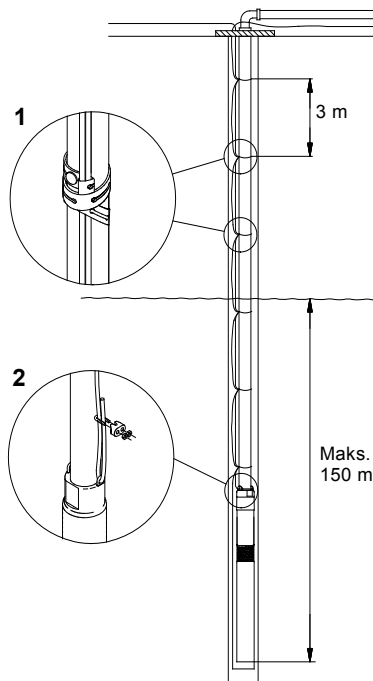

Fig. 11
Fig. 11 viser en pumpeinstallation med angivelse af:
Kabelbindere skal bruges for hver ca. 3 m. Se fig. 11.
Maks. installationsdybde under statisk vandspejl: 150 m, se fig. 11.
Det anbefales at sikre pumpen med en aflastet sikringswire. Se fig. 11, pos. 2.